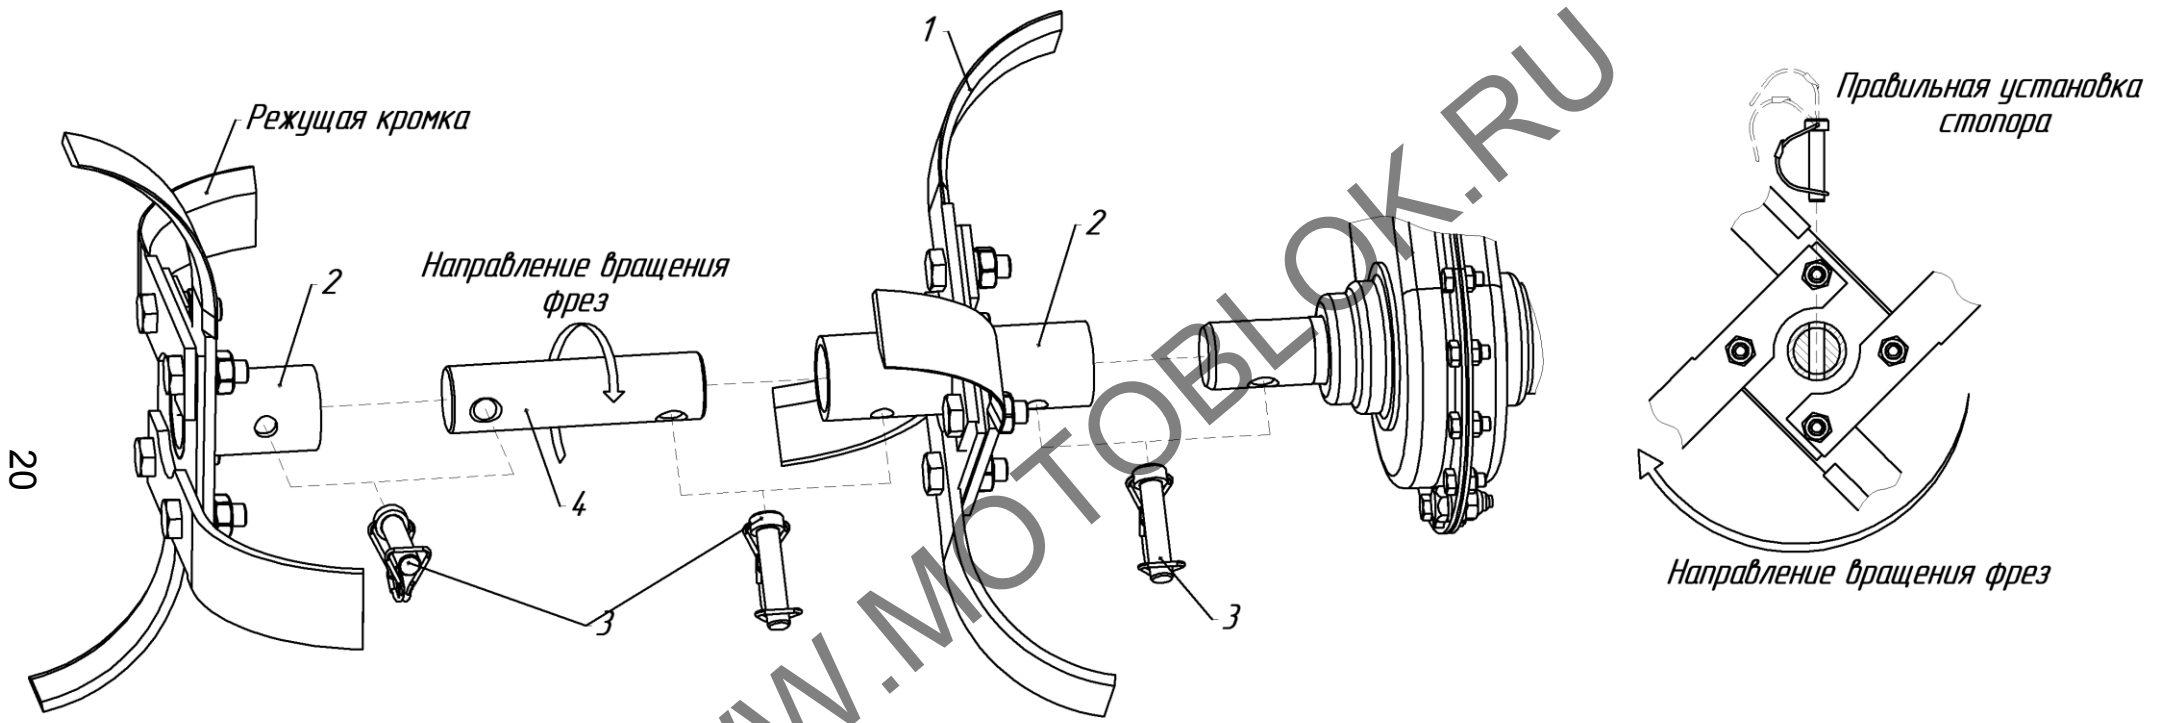

Рис.6 Установка 4-х фрез-культиваторов
**19. ВНИМАНИЕ! Допускается использовать только стопора, входящие в комплектацию МК.** (рис.6, поз.3)
Установите на полуоси и закрепите стопорами необходимое количество фрез-культиваторов (рис.6, 7), установите закрылки и наденьте защитные очки.